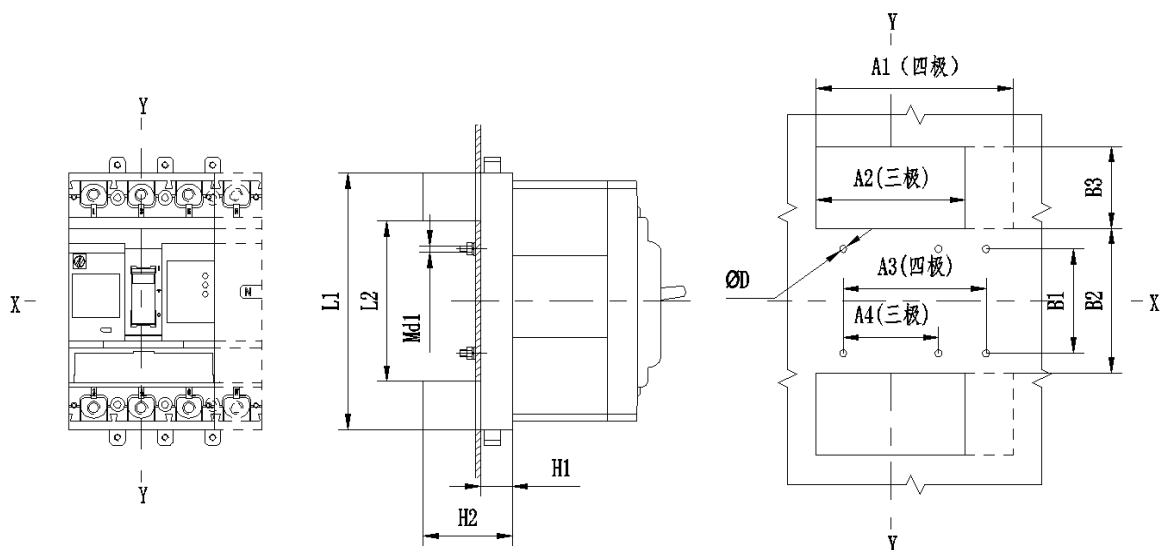

图 7
3.5 插入式板后接线外形及安装、开孔尺寸见图 7、表 10